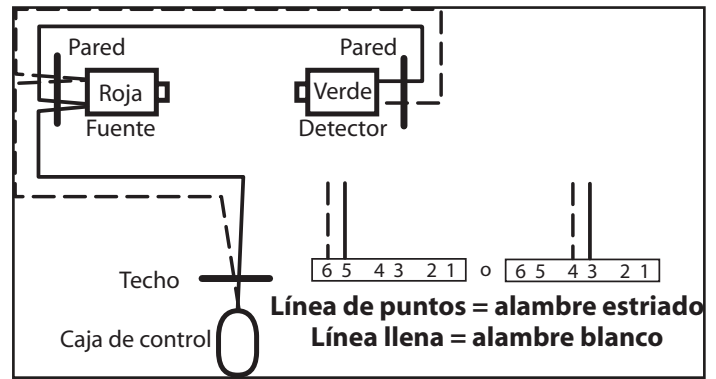

FIG. 4-5b Métodos del detector y fuente pre-alambrados
- Corra el alambre de la pared a los detectores del Safe-T-Beam® (**Fig. 4-5b**).
- Corra el alambre del cielo raso a la caja de control (**Fig. 4-5b**).